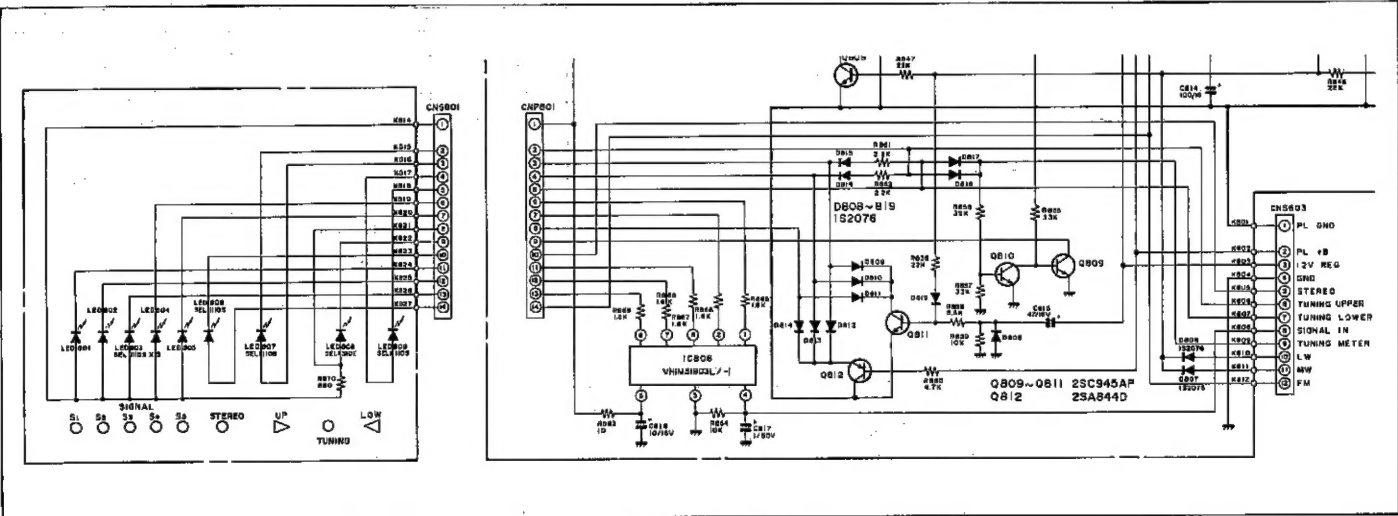

Abbildung 15-1
• **Feldstärkeanzeigekreis** (Siehe Abbildung 15-1.)